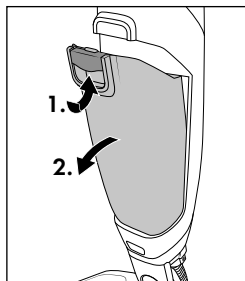

Fig. 13
- ◆ Løsn udløserhåndtaget 9, og tag samtidig støvbeholderen 10 af forfra (se fig. 13).